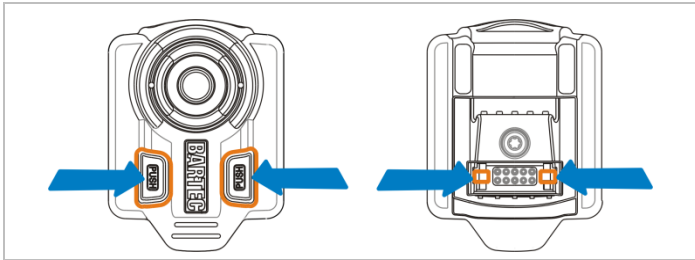

Abbildung 2
- (1) Die beide Tasten "PUSH" gleichzeitiges drücken, um die Verriegelung zu öffnen (Abbildung 2).